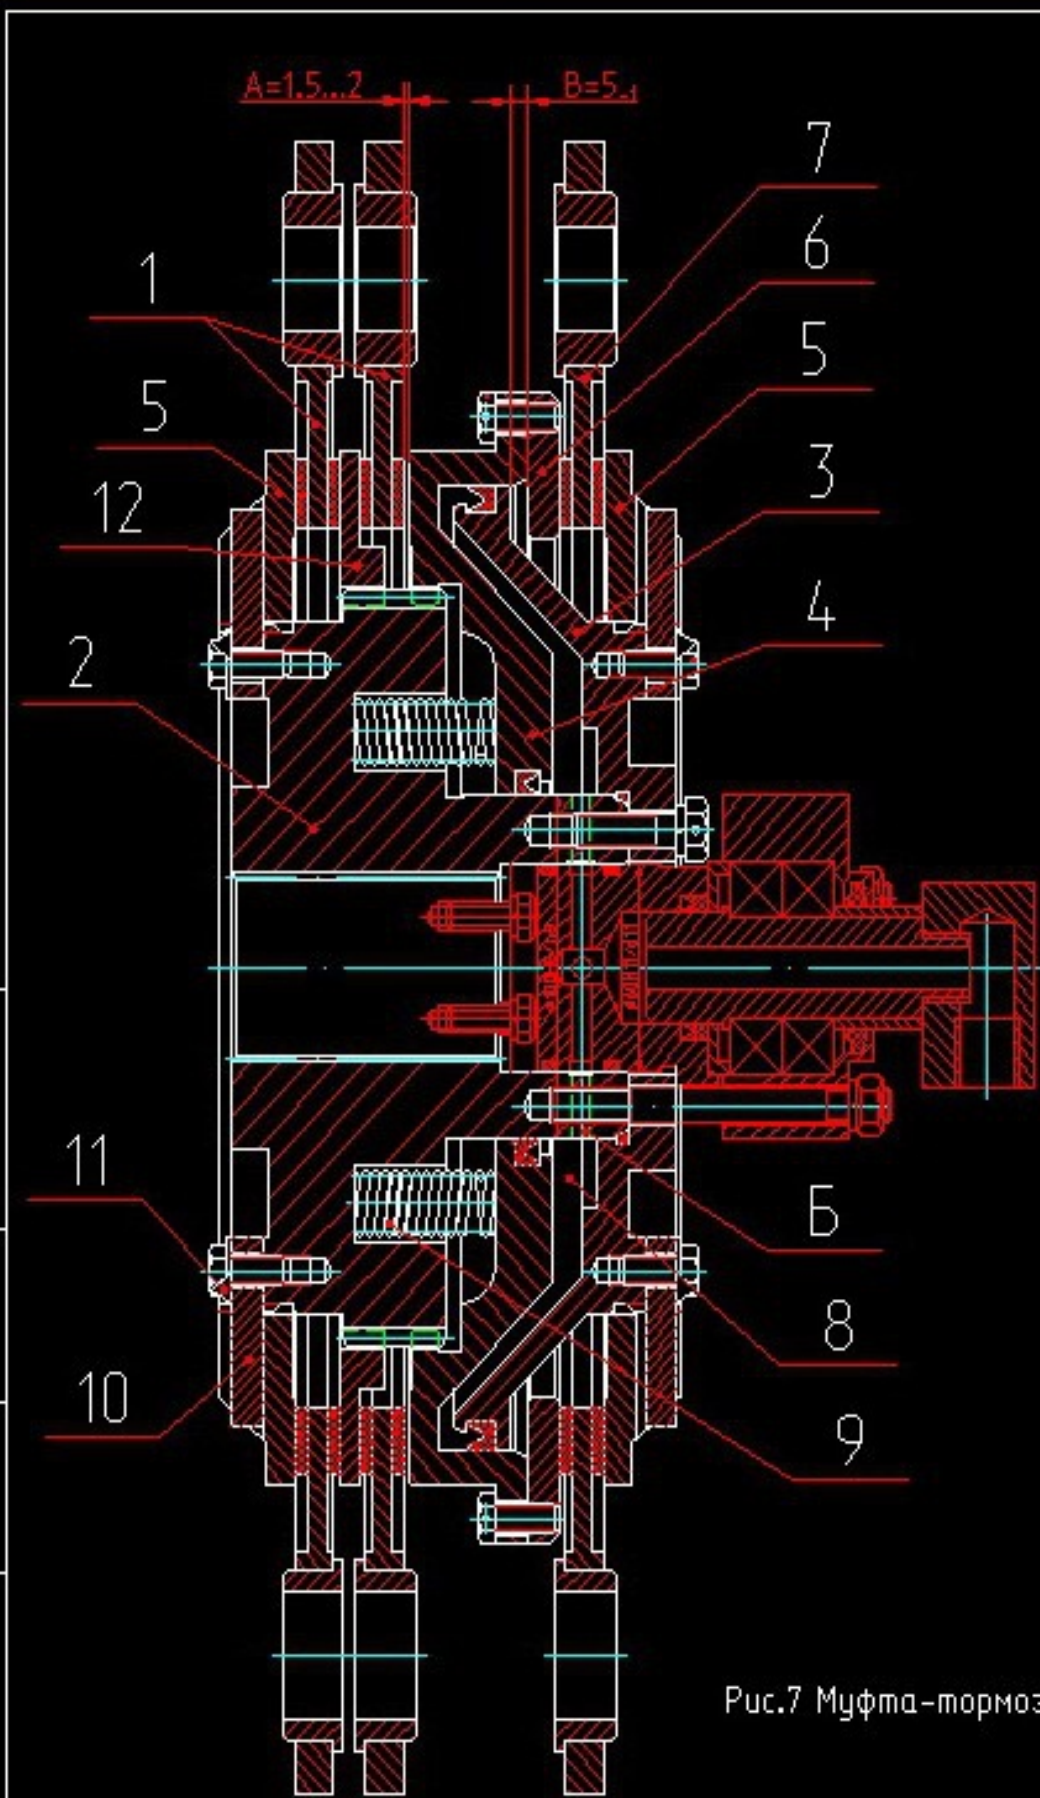

Рис.7 Муфта-тормоз
Муфта-тормоз 8 состоит из следующих частей (рис. 7):
Первоначальный оптимальный ход поршня 3 (рис.7) должен составлять 1,5...2мм, а по мере износа накладок может доходить до 5 мм. Если при ходе поршня в 4-5 мм нажимной диск 6 тормоза, жестко закрепленный на цилиндре 4, упрется в торец поршня 3, но муфта при этом не включится, значит необходима регулировка муфты-тормоза.
3. Произвести замер величины зазора В (рис.7) между нажимным диском тормоза 6 и поршнем 3 через боковое отверстие цилиндра. Этот размер в отрегулированной муфте-тормозе составляет 5-1 мм.